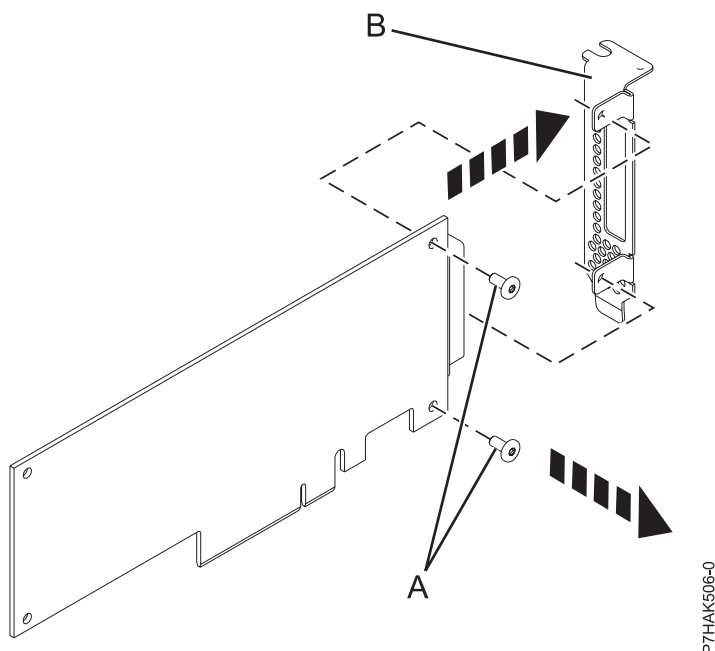

Figura 10. Extracció de la contrapunta de perfil baix d'un adaptador PCI que falla
4. Mitjançant un tornavís Phillips, aflixeu els dos cargols (A) que fixen la contrapunta (B) a l'adaptador PCI que falla, tal com mostra la Figura 10.